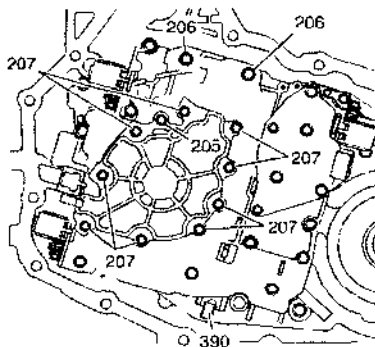
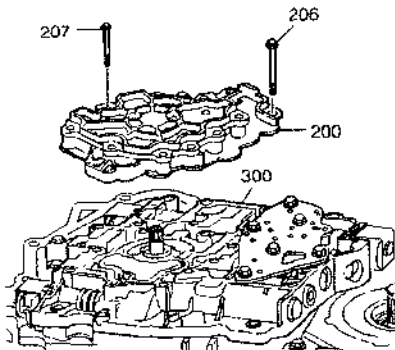
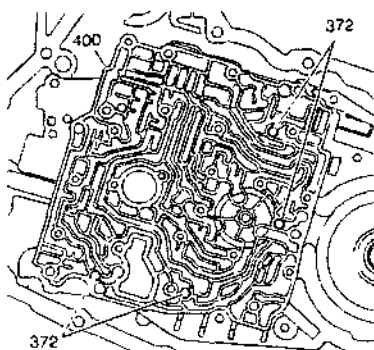

图 4.40 机油泵拆卸 1
图 4.41 机油泵拆卸 2
图 4.42 机油泵拆卸 3
- ① 拆卸 11 颗如图 4.40 所示的机油泵螺栓 (206、207)。
- ② 这时切勿拆卸机油泵盖的一颗螺栓 (205)。
- ③ 拆卸一个线束夹子 (390)。
- ④ 将机油泵总成 (200) 由控制阀体 (300) 提起, 如图 4.41 所示。
- ⑤ 将机油泵总成 (200) 置于其盖上。
- ⑥ 从壳体 (400) 拆卸四个单向球阀 (372), 如图 4.42 所示。